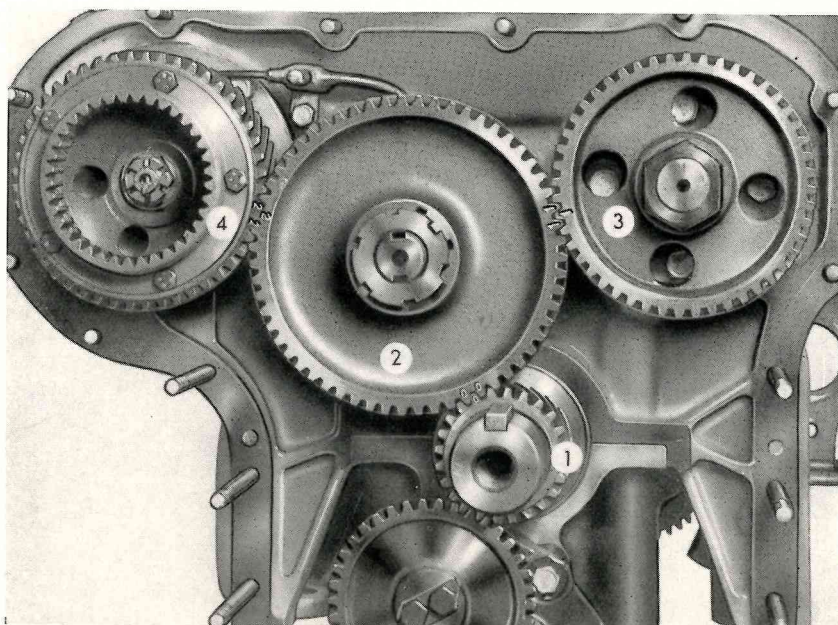

Fig. 16 - Ingranaggi distribuzione.
Gli ingranaggi: comando albero distribuzione (3, fig. 16), pompa iniezione (4), e intermedio (2).